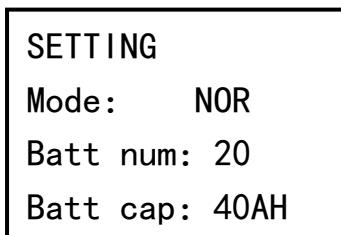

Рисунок 18
- режим работы, количество и емкость используемых аккумуляторных батарей (см. рисунок 18);
<p style="text-align: center;">ВНИМАНИЕ!</p> <p>До начала работы убедитесь в правильности настройки количества батарей и их емкости в разделе SETTING (см. рисунок 18).</p>
<p style="text-align: center;">ВНИМАНИЕ!</p> <p>Перед подключением АКБ к изделию следует выполнить настройку количества батарей и их емкости в разделе SETTING (см. рисунок 18).</p>